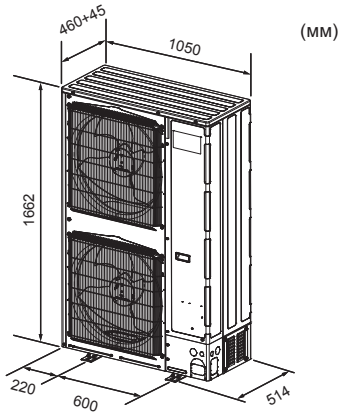

Fig. 2-1
2.2. Габаритні розміри (зовнішній блок) (Fig. 2-1)